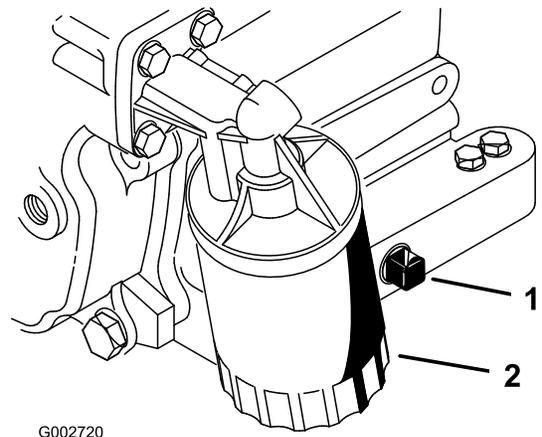

Figura 16
2. Togliete il tappo di spurgo (Figura 16) e lasciate defluire l'olio in una bacinella. Quando l'olio cessa di defluire, rimontate il tappo.
3. Togliete il filtro dell'olio (Figura 16). Spalmate un velo di olio pulito sulla guarnizione di tenuta del nuovo filtro.